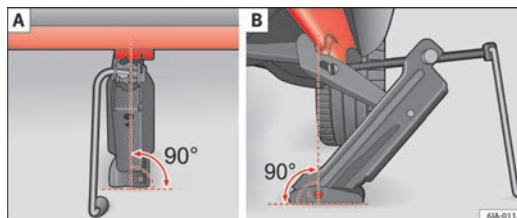

Abb. 133 Wagenheber anbringen
- Richten Sie den Wagenheber so aus, dass seine Klaue den Steg des Unterholms ⇒ Abb. 133 - B unter der Einprägung des Unterholms umfasst.
- Achten Sie darauf, dass die Grundplatte des Wagenhebers plan auf dem Boden aufliegt und vertikal ⇒ Abb. 133 zu dem Punkt ausgerichtet ist, an dem die Klaue den Steg des Unterholms umfasst.